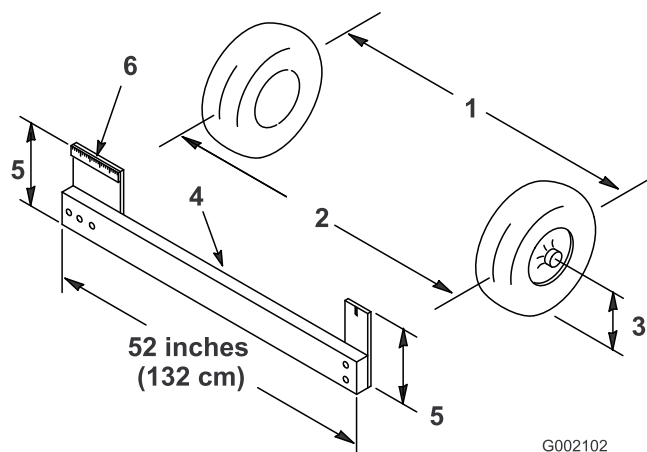

Figure 44
2. Mesurez la distance entre les roues avant à hauteur d'essieu, à l'avant et à l'arrière des roues (Figure 44). Un gabarit ou un compas à verges est nécessaire pour mesurer l'arrière des roues avant à hauteur d'essieu. Utilisez le même gabarit ou outil pour mesurer précisément l'avant des roues avant à hauteur d'essieu (Figure 44).